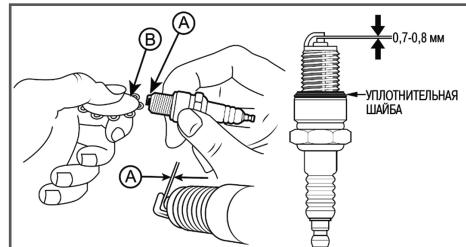

Рис. 21 Проверка зазора между электродами
- Измерьте зазор А между электродами свечи зажигания специальным щупом В. Зазор А должен быть $0,7-0,8$ мм (Рис. 21). При увеличении или уменьшении требуемого зазора, рекомендуется заменить свечу, так как регулировка зазора может привести к изменению качества искрообразования.